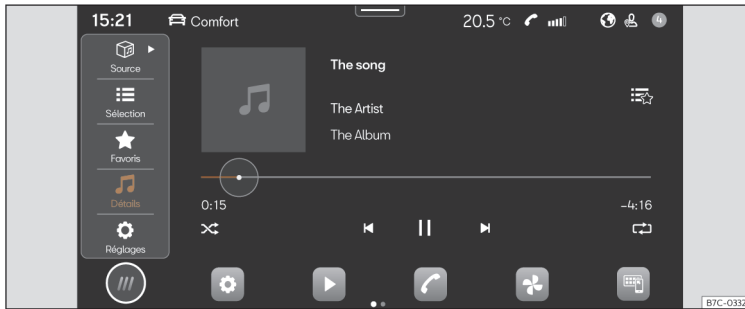

Fig. 154 Représentation schématique : Vue Multimédia.
- Appuyez sur **HOME** > ► >>> **fig. 154**.